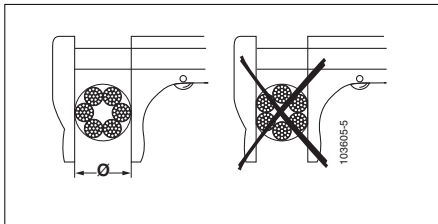

Abb. 5
- Verringerung des Durchmessers um 10 % gegenüber dem Nenn Durchmesser des Seils (Abb. 5),